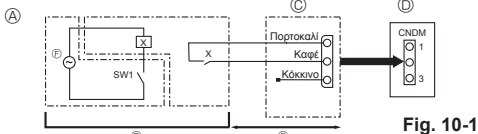

Fig. 10-1
10.1. Λειτουργία με χαμηλότερα επίπεδα θορύβου (επιτίπου τροποποίηση)(Fig. 10-1)